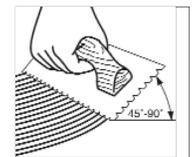

Figura 4
- Sostenga la llana a un ángulo mínimo de 45° (Figura 4) firmemente contra la base para obtener un índice de distribución de 40–60 pies cuadrados (4–5.5 metros cuadrados) por galón.